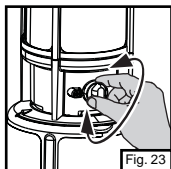

Fig. 23
- L'intensité lumineuse s'ajuste à l'aide de la commande. (Fig. 23)